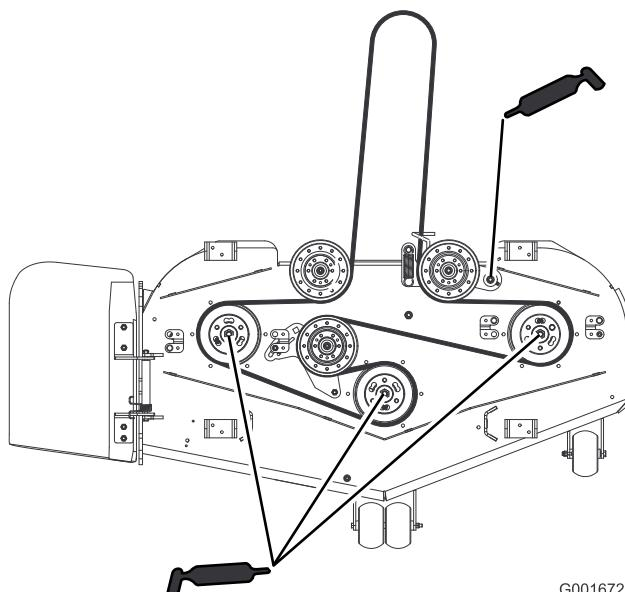

Figure 27
4. Lubrifiez les roulements des trois axes sous les poulies jusqu'à ce que la graisse sorte par les joints inférieurs (Figure 27).
5. Graissez le bras de la poulie de tension sur le tablier de coupe (Figure 27).